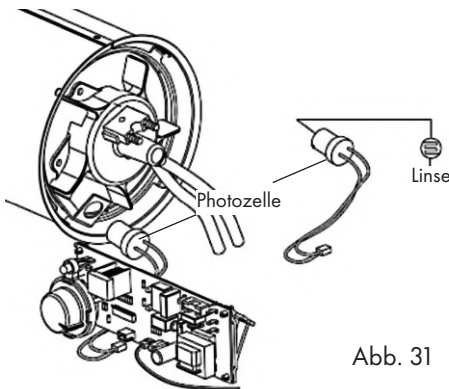

Abb. 31
- Entfernen Sie als erstes die obere Abdeckung (2) und den Lufteinlass (15), um Zugang zum Brennerkammer zu erhalten.
- Ziehen Sie die Fotozelle aus, Siehe Abb. 31